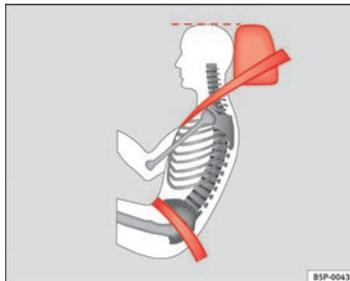

Abb. 13 Richtiges Gurtbandverlauf und richtige Kopfstützeinstellung von der Seite betrachtet
- Das Beckengurtteil des Sicherheitsgurtes muss vor dem Becken verlaufen und niemals über dem Bauch. Dabei muss der Gurt flach und fest am Becken anliegen ⇒ Abb. 13. Ziehen Sie das Gurtband gegebenenfalls etwas nach.